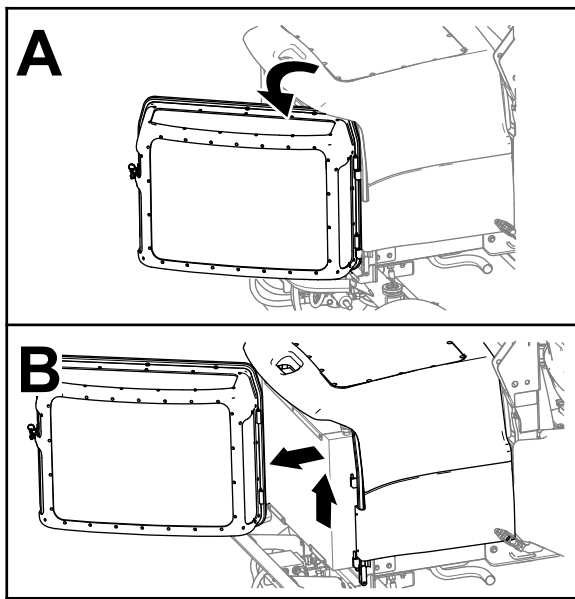

Figura 66
3. Desaperte o filtro do motor, abra-o e eleve-o da máquina (Figura 66).